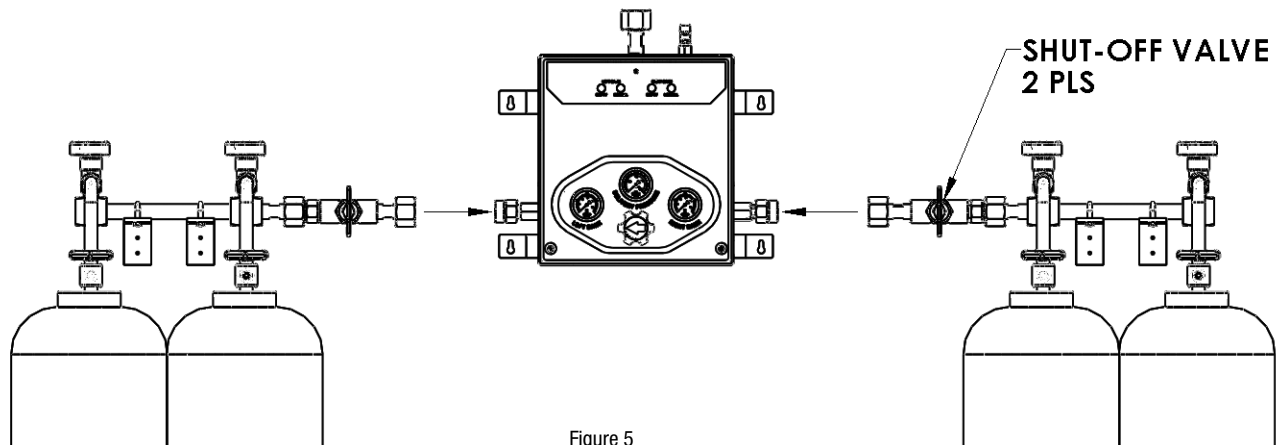

Figure 5
6. Alignez les barres de collecteur droite et gauche avec les raccords d'entrée droit et gauche du boîtier. Voir la figure 5 pour en avoir une illustration. Assurez-vous que les barres de collecteur sont bien horizontales et perpendiculaires au boîtier. Fixez les supports de montage du collecteur au mur avec un outil adéquat (non fourni). Branchez les raccords de sortie du collecteur aux côtés droit et gauche du boîtier de contrôle. Serrez tous les raccords à l'aide d'une clef. Serrez les étriers des supports de montage du collecteur pour le fixer en place.
3. Fermez les robinets d'arrêt principaux à droite et à gauche, si le modèle en est équipé. Référez-vous à la figure 5 pour connaître l'emplacement des robinets d'arrêt principaux.